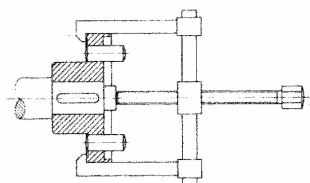

fig. 12
- Afloje la tuerca hexagonal (902.32) (no disponible en todos los tamaños de bomba) y separe la cubierta de la envuelta (161) del soporte del cojinete (344).
- Retire el acoplamiento con un tirador (fig. 12), retire la llave de acoplamiento (940.52).